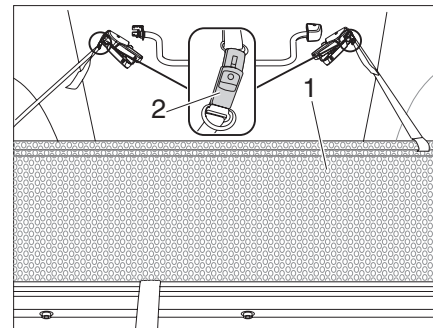

Fig. 37 Protection antichute
- ▶ Retirer la protection antichute (Fig. 37,1) de dessous le matelas.
- ▶ Fixer la protection antichute au toit relevable à l'aide d'une boucle de sangle (Fig. 37,2).
- ▶ Enlever la boucle de sangle (Fig. 37,2).
- ▶ Ranger la protection antichute (Fig. 37,1) sous le matelas.